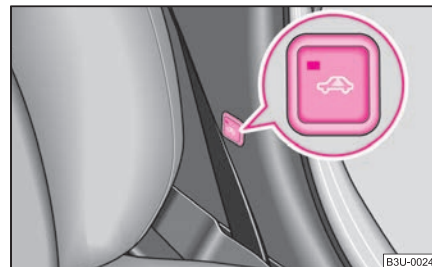

Abb. 28 Taste der Innenraumüberwachung
- Drücken Sie die Taste  an der Mittelsäule auf der Fahrerseite ⇒ **Abb. 28**.